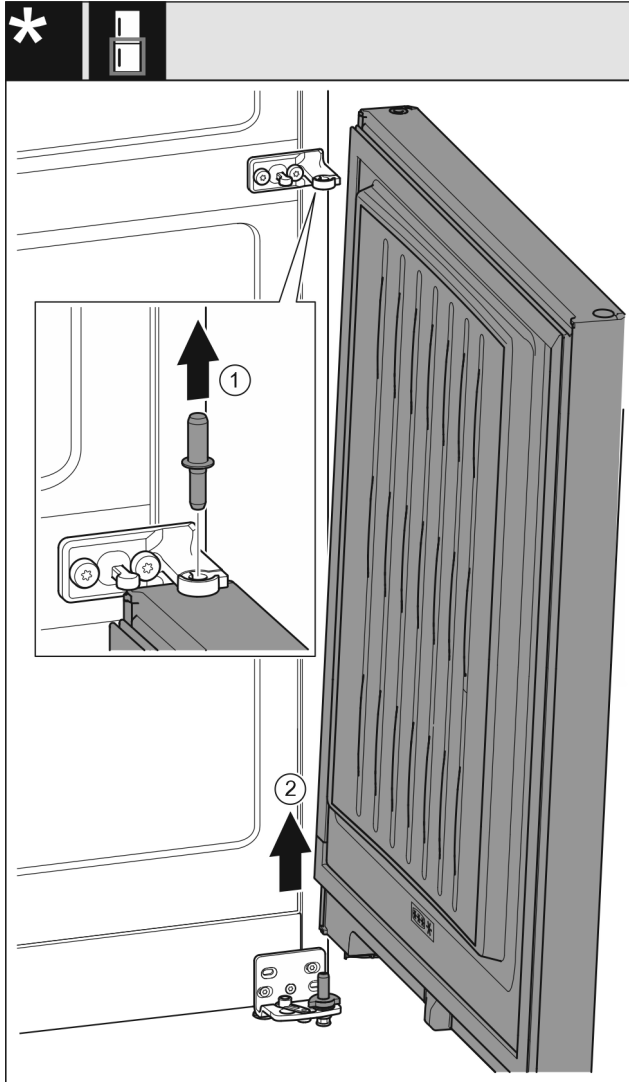

Fig. 7
- Poista tappi ylöspäin vetämällä. Fig. 7 (1)
- Käännä ovea ulospäin, vedä sitä ylöspäin ja aseta se sivuun. Fig. 7 (2)